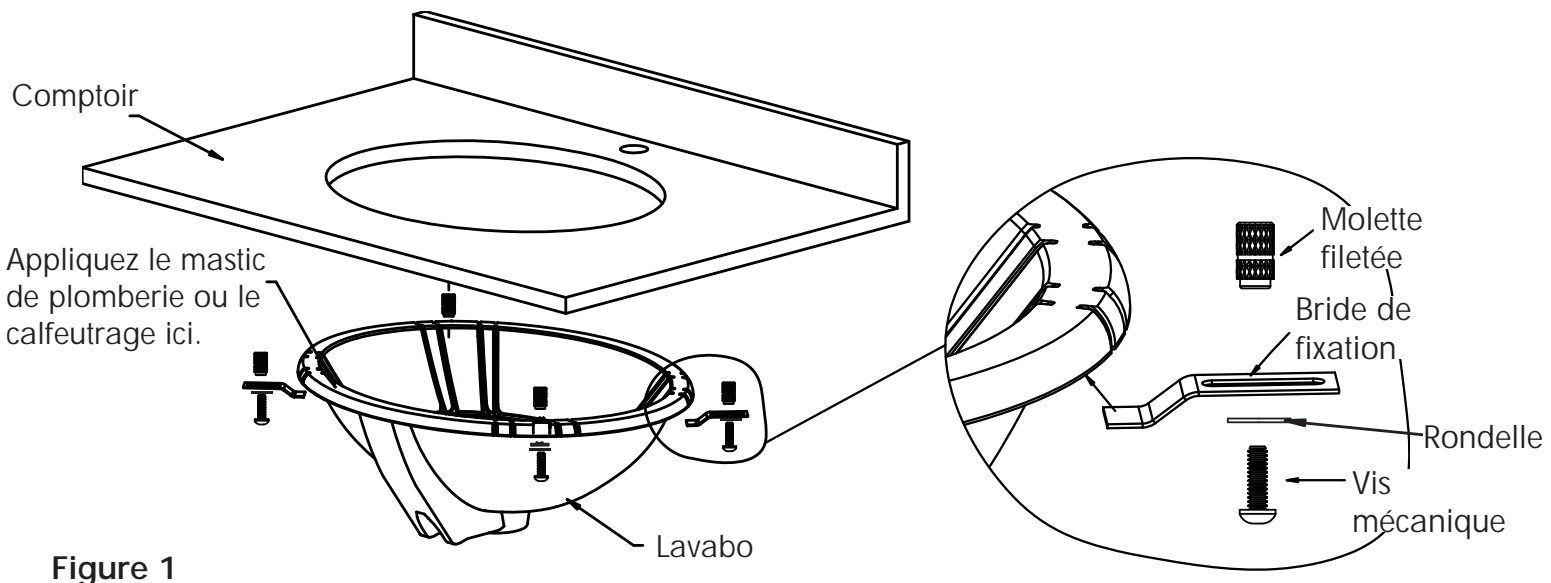

Figure 1
- o Reportez-vous à la figure 1, au schéma détaillé des brides de fixation. [Installation pour comptoirs de surface solide d'une épaisseur minimum de 1 po (25 mm). L'installateur doit fournir les ancrages pour les comptoirs plus minces.]
- o Pour l'installation sur une surface solide, percez des trous pour ancrages **d'un diamètre de 3/8 po (0,95 cm) et d'une profondeur de 1/2 po (1,27 cm)**. Appliquez une petite quantité de **résine époxyde** (non incluse) sur l'extrémité fermée de la **molette fileté** (C). Insérez la molette fileté (extrémité fileté ouverte exposée).
- o Fixez les **brides de fixation (B)** pour tenir le **lavabo** en place.